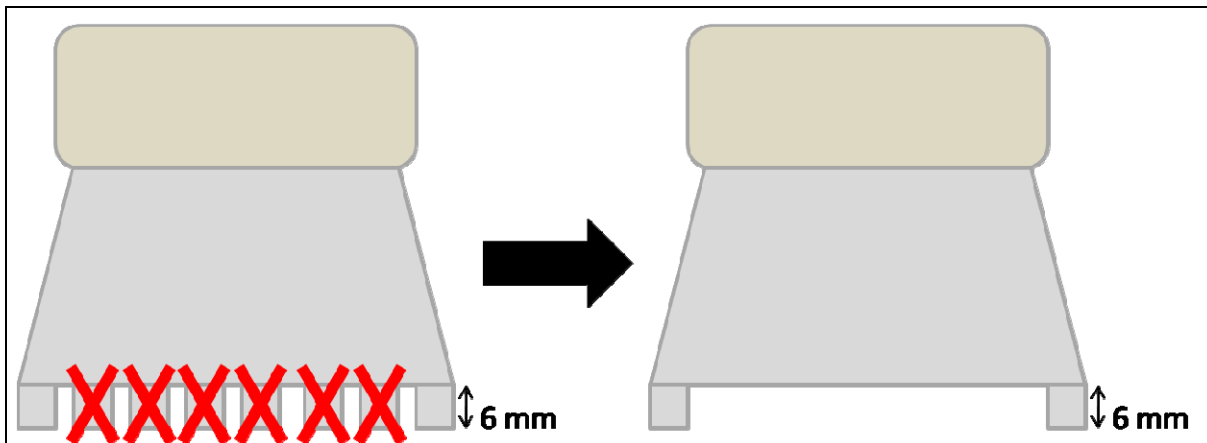

Abbildung 1: Modifizierung eines Zahnspachtels
- Zahnpachtel (6 mm, die inneren Zähne müssen entfernt werden; siehe Abbildung 1)
Die exakte Auftragsdicke kann erreicht werden, indem ein handelsüblicher Zahnspachtel mit einer Zahngröße von 6 mm modifiziert wird (siehe Abbildung 1). Hierzu müssen lediglich die inneren Zähne bündig herausgetrennt werden. Bleiben die beiden äußeren Zähne stehen, muss der Spachtel nur noch senkrecht zur Fläche über diese gezogen werden.